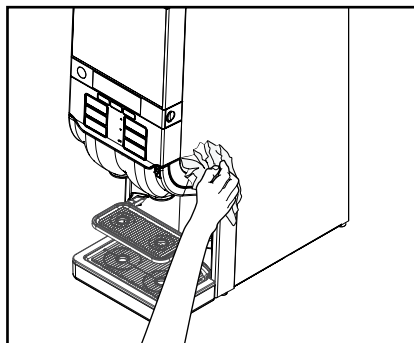

Fig. 33
6. Pulire la parte esterna dell'apparecchio con un panno umido e pulito. (Fig. 33)